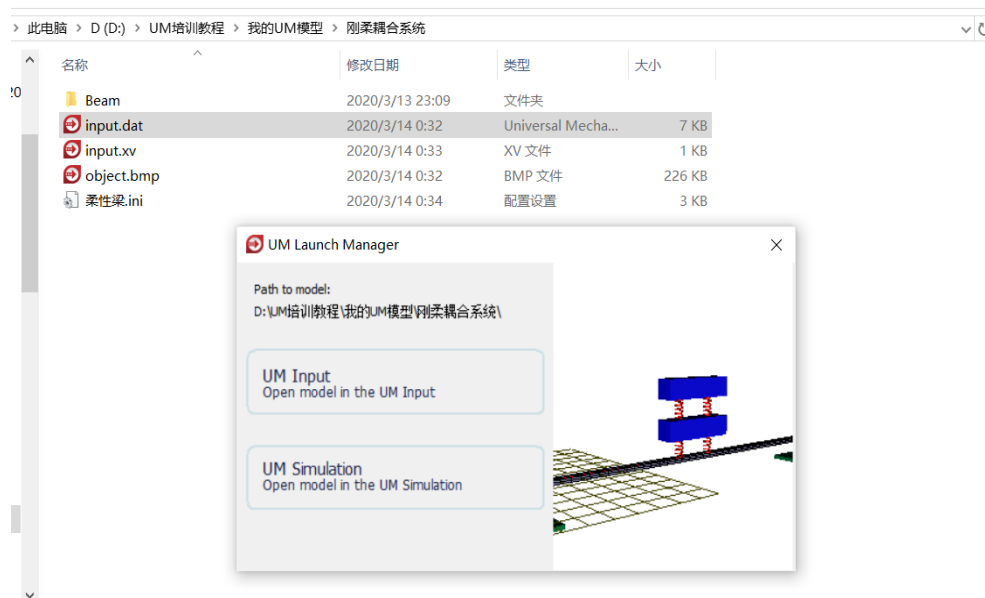

图 2-116
- 1) 运行 **UM Simulation** 仿真程序，选择菜单 **File** → **Open...**，加载模型。如果在安装软件时勾选了“**Associate files *.dat with UM**”选项，那么我们可以通过双击模型文件 **input.dat** 直接打开模型，如图 2-116。